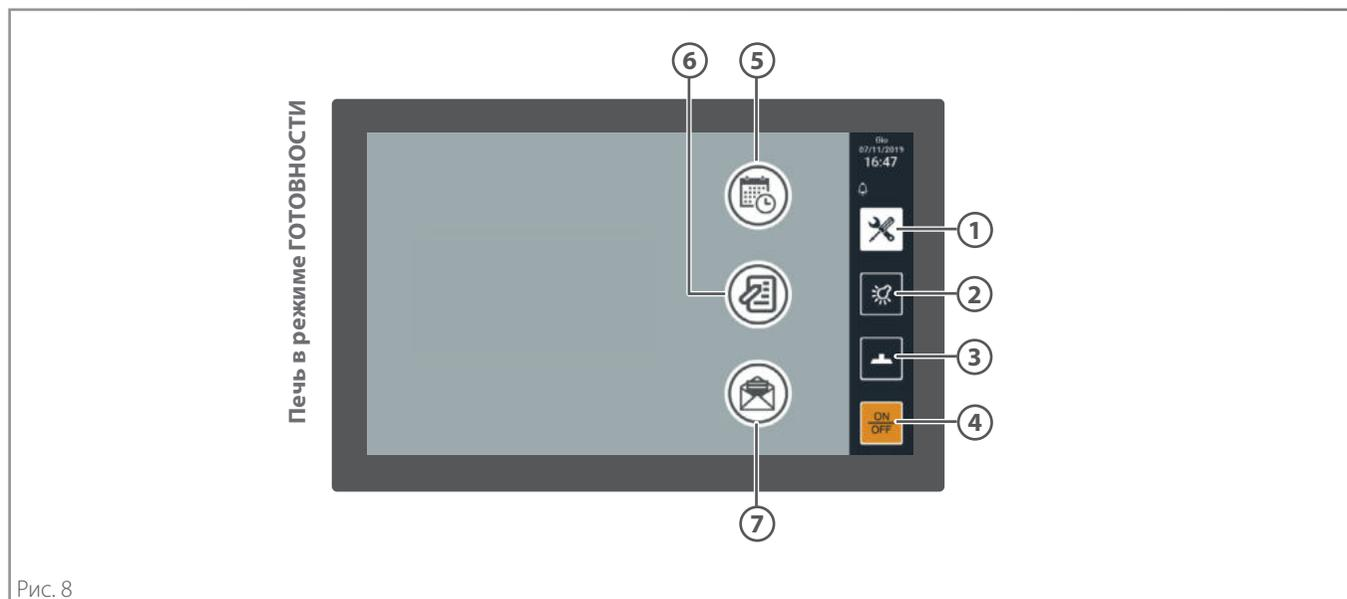

Рис. 8
► Рис. 8 ПЕЧЬ В РЕЖИМЕ ГОТОВНОСТИ